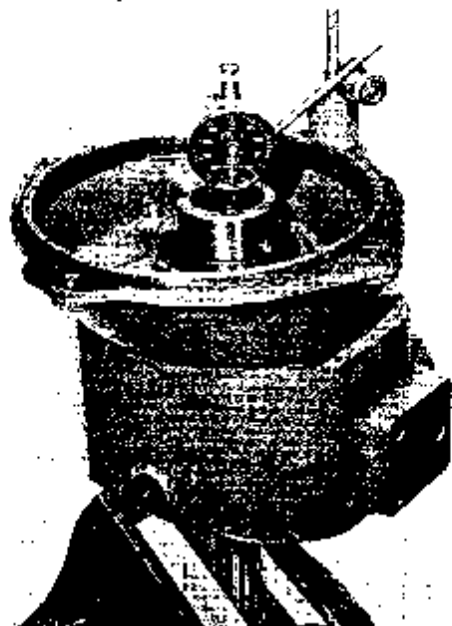

Abb. 65
3. Das vordere Gehäuse so drehen, daß es auf dem Anschlußflansch steht, danach die Kupplungsmuffe (32) auf die Welle (36) schieben. Achtung! Die Bohrung in dem einen Ende der Kupplungsmuffe soll in Richtung vorderes Gehäuse zeigen.
4. Nadellager (37 und 39) und Distanzring (38) auf die Welle (36) setzen.
5. Eine neue Dichtung (3) auf die Anliegetische des vorderen Gehäuses legen. Achtung! Die Öffnungen für die Führungsstifte (50) in der Dichtung müssen vor den Stiften liegen.
7. Mittelgehäuse und vorderes Gehäuse zusammenbauen und die Wellen der Zwischenräder (51) mit einem Schraubenzieher so drehen, daß die Sicherungsstifte (50) in den Nuten auf den Wellenenden zu sitzen kommen.
8. Stift (42) in die Welle (36) drücken.
9. Messingscheibe (40) auf die Welle schieben. Die Nut der Scheibe soll gegenüber dem Stift (42) zu liegen kommen.
10. Messingscheibe mit dem Sicherungsring (41) sichern. **Achtung!** Einen neuen Sicherungsring verwenden. Diese Arbeit wird erleichtert, wenn die Welle etwas angehoben wird.
12. Die vier Schrauben (2) mit den dazugehörigen Scheiben festschrauben.
13. Schraube (10) anziehen. Anziehmoment 100 Nm (10 kpm). Das Axialspiel in der Welleneinheit messen (siehe Abb. 65). Das Spiel soll 0,2–0,3 mm betragen. Die Anzahl der Ausgleichscheiben erhöhen oder vermindern, bis das richtige Spiel erhalten wird. Die Scheiben sind in zwei Dicken vorhanden, 0,1 mm und 0,5 mm.
14. Den O Ring (11) auf die Hülse (9) schieben. Etwas Fett auf den O-Ring streichen und die Hülse in das Zahnrad